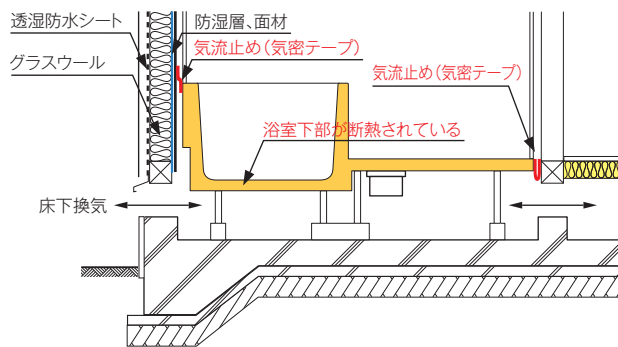

図2-2 断熱構造ユニットバスの場合
- ・ 下部が断熱構造のユニットバスの場合、土間床部分の断熱は省略することができます（図2-2）。